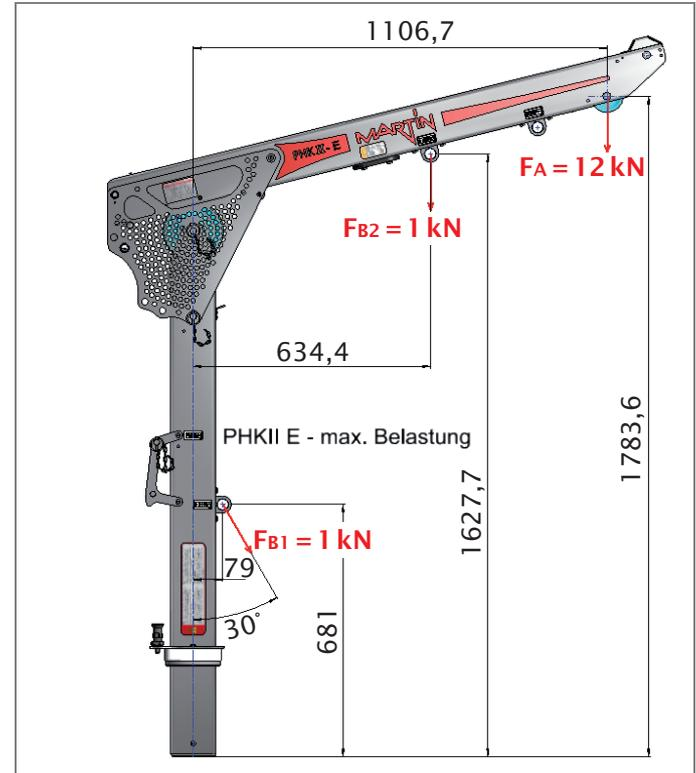
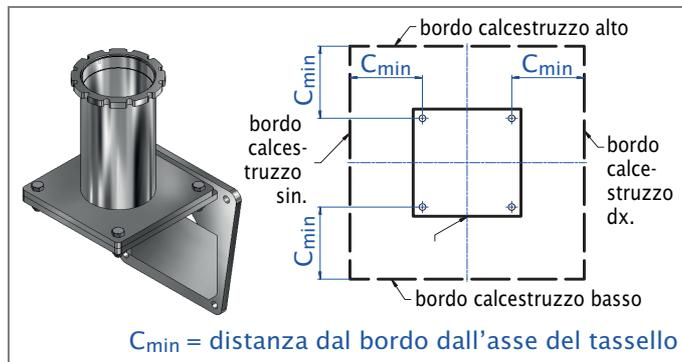

Fig. 12 Carichi massimi sulla gru per il sollevamento di persone
Fig. 15 Distanze minime dal bordo per supporto da parete WL2
Rispettare le indicazioni di montaggio incl. Fig. 12 - Fig. 15 sulle prossime pagine!
- Supporto da parete WL2: vedi Pagina 25, Fig. 15
- Forze come da disegno accanto (Fig. 12).
- La superficie di appoggio, l'ancoraggio chimico in cartuccia e le barre di ancoraggio devono resistere senza cedere ai carichi indicati nel disegno accanto (Fig. 12).